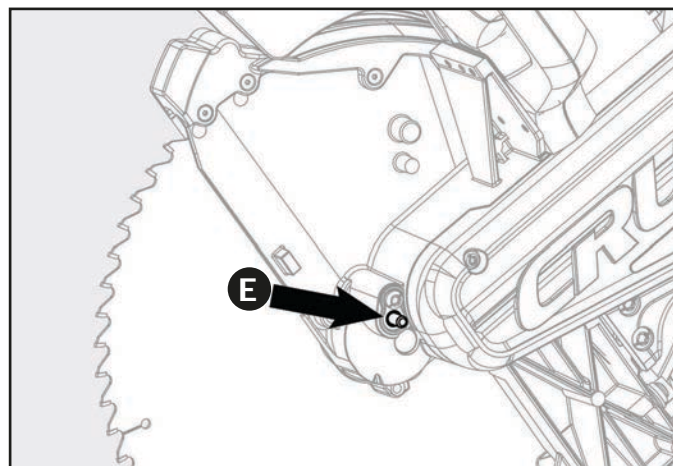

Figura 12
7. Presione el botón de bloqueo de eje (E). Consulte la Figura 12.
9. Alinee las partes planas (F) dobles de la arandela de la hoja (F) con las partes planas del eje y coloque la arandela en el eje.
10. Bloquee el eje soltando el botón de bloqueo del eje. Atornille el perno de la hoja (D), recordando apretarlo hacia la izquierda. Apriete el perno de la hoja de forma segura con la llave para hojas suministrada.